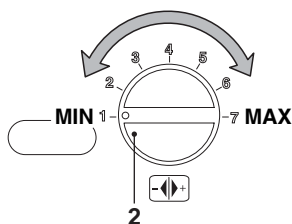

Figura 9.15
- La potenza termica del riscaldamento può essere variata ruotando la manopola (2) in Figura 9.15.